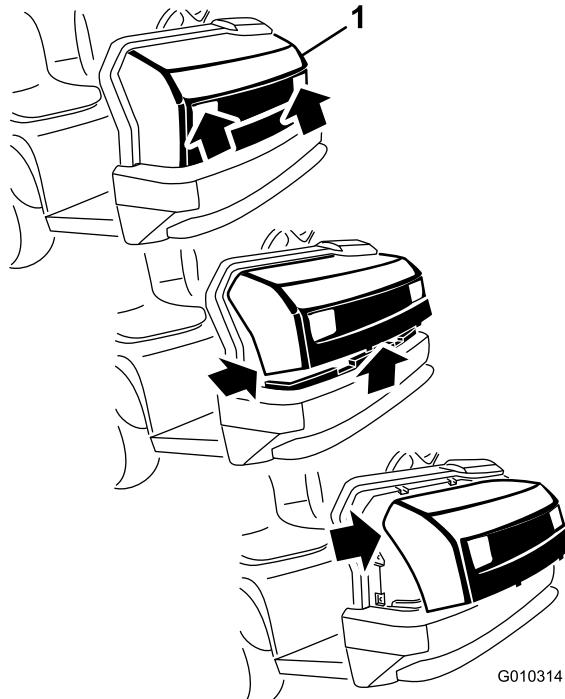

Figura 39
2. Gire hacia arriba la parte inferior del capó hasta que pueda retirar las pestañas de montaje superiores de las ranuras del bastidor (Figura 39).
3. Gire hacia adelante la parte superior del capó y desenchufe los conectores de cable de los faros (Figura 39).
1. Sujete el capó por los orificios de los faros y levántelo para poder liberar las pestañas de montaje inferiores de las ranuras del bastidor (Figura 39).